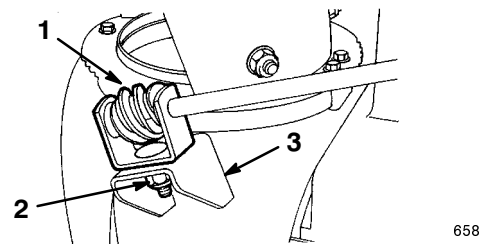

Bild 14
3. Bringen Sie das Schneckengetriebe und das Profilteil mit einer Schraube, tetragonalen Scheibe und Sicherungsmutter lose am Montageflansch an (Bild 14).
4. Schieben Sie das Schneckengetriebe in den Zahnkranz des Auswurfkanal-Halterings und ziehen die Sicherungsmutter fest (Bild 14).